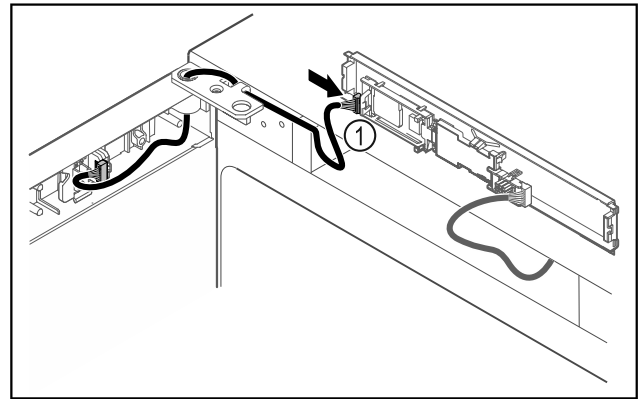

Fig. 45
- Brancher le connecteur Fig. 45 (1) sur la platine.